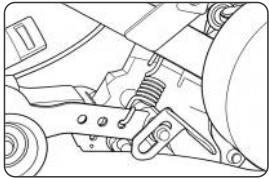

Рис. 12 (Кожух защитный снят)
- На свободный конец троса сцепления установите натяжную пружину (рис. 12). Второй конец пружины установите в отверстие, расположенное в рычаге натяжного ролика.